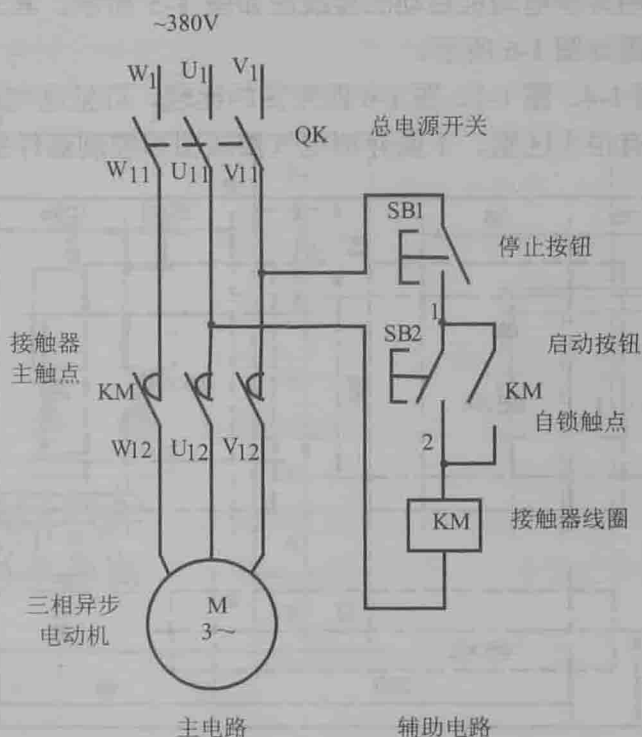
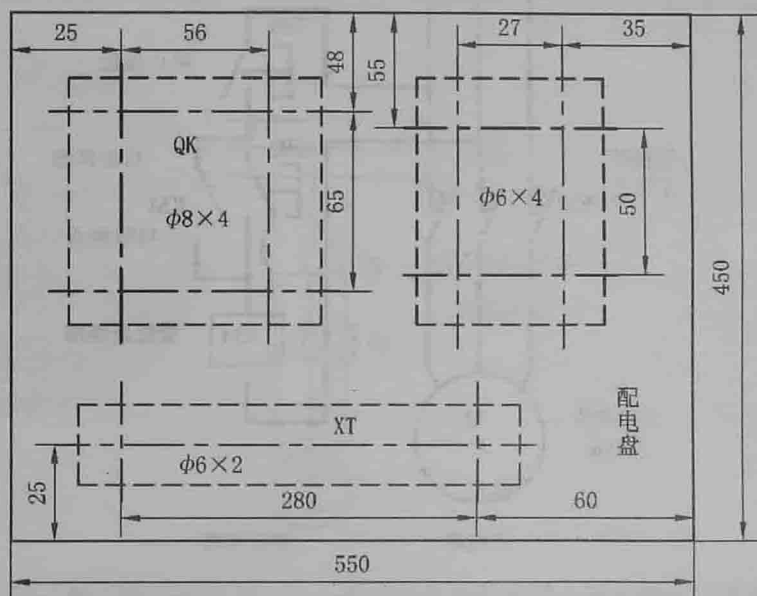
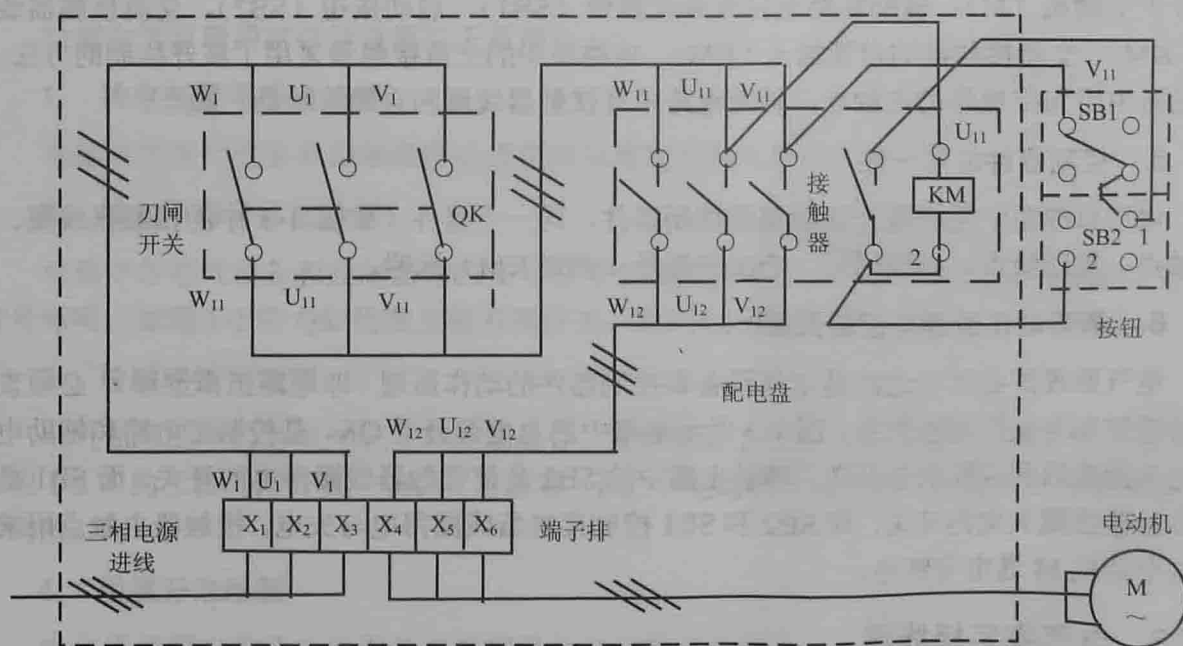
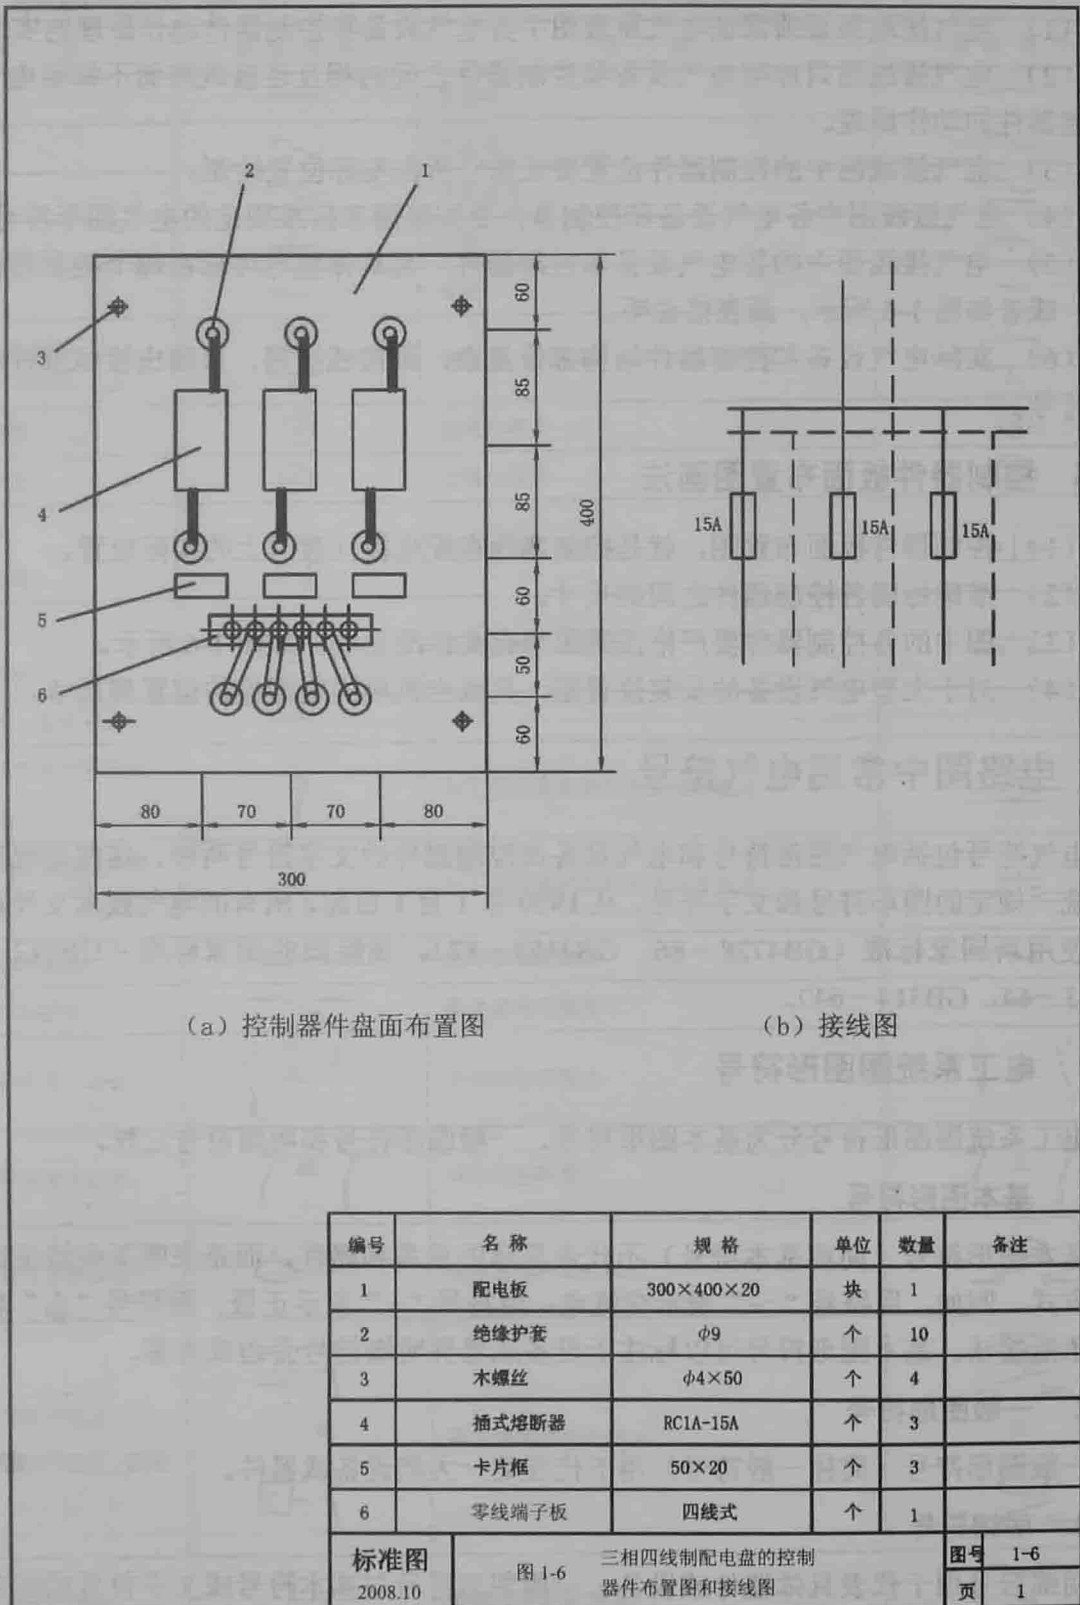

图 1-3 用交流接触器控制三相异步电动机启动与停止的电气原理图
图 1-4 用交流接触器控制三相异步电动机启动的控制器件板面布置图
图 1-5 用交流接触器控制三相异步电动机启动的接线图
图 1-6 三相四线制配电板的控制器件布置图和接线图
这里所列举的用交流接触器控制三相异步电动机启动与停止的电气原理图如图 1-3 所示。
由图 1-3 所示电路可见，主电路包括有总电源开关（QK）、接触器（KM）主触点、三相异步电动机（M）；辅助电路包括有停止按钮（SB1）、启动按钮（SB2）、交流接触器线圈（KM）、交流接触器的自锁触点（KM）。电路图中的交流接触器采用了展开绘制的方法。主电路中用到接触器的主触点，辅助电路中有接触器线圈和自锁（辅助）触点。
电气原理图中采用展开法绘制的控制器件，同一个器件（如图 1-3 中的接触器线圈、主触点、辅助触点）必须用同一个文字符号（例如 KM）标明。
电气原理图必须表达清楚电气设备和控制器件的动作原理（即电路工作过程），必须表达清楚控制与被控制的关系。图 1-3 所示电路中的总电源开关 QK，是控制主电路和辅助电路与电源接通和关断的总开关。辅助电路中的 SB2 是使接触器线圈得电的开关，而 SB1 是使接触器线圈失电的开关，即 SB2 和 SB1 控制接触器线圈得电与失电；接触器主触点用来控制电动机 M 通电与断电。
电气安装接线图分为控制器件板面布置图和控制器件接线图两种。控制器件板面布置图,应该清楚画出各控制器件在配电板(盘)上明确的位置,各控制器件之间的距离以及固定各控制器件所需的钻孔位置和钻孔尺寸。用交流接触器控制三相异步电动机启动的控制器件板面布置图如图 1-4 所示。接线图应该画出各控制器件之间连线及具体的连接方法。用交流接触器控制三相异步电动机启动的接线图如图 1-5 所示。其三相四线制配电盘的控制器件位置图和接线图如图 1-6 所示。
通过对图 1-3、图 1-4、图 1-5、图 1-6 四张图的比较,可见电气原理图、控制器件板面布置图及电气接线图有很大区别。下面介绍电气接线图和控制器件板面布置图的画法。
- (1) 电气接线图必须保证电气原理图中各电气设备和控制器件动作原理的实现。
- (2) 电气接线图只标明电气设备和控制器件之间的相互连接线路而不标明电气设备和控制器件的动作原理。
- (3) 电气接线图中的控制器件位置要依据它所在实际位置绘制。
- (4) 电气接线图中各电气设备和控制器件要按照国家标准规定的电气图形符号绘制。
- (5) 电气接线图中的各电气设备和控制器件,其具体型号可标在每个控制器件图形符号旁边,或者如图 1-6 所示,画表格说明。
- (6) 实际电气设备和控制器件结构都很复杂,画接线图时,只画出接线部件的电气图形符号。
- (1) 控制器件板面布置图,就是控制器件在配电板(盘)上的实际位置。
- (2) 准确标明各控制器件之间的尺寸。
- (3) 图中的各控制器件要严格按照国家有关标准绘制。如图 1-6 所示。
- (4) 对于大型电气设备的安装位置图,只画出机座固定螺栓的位置和尺寸。